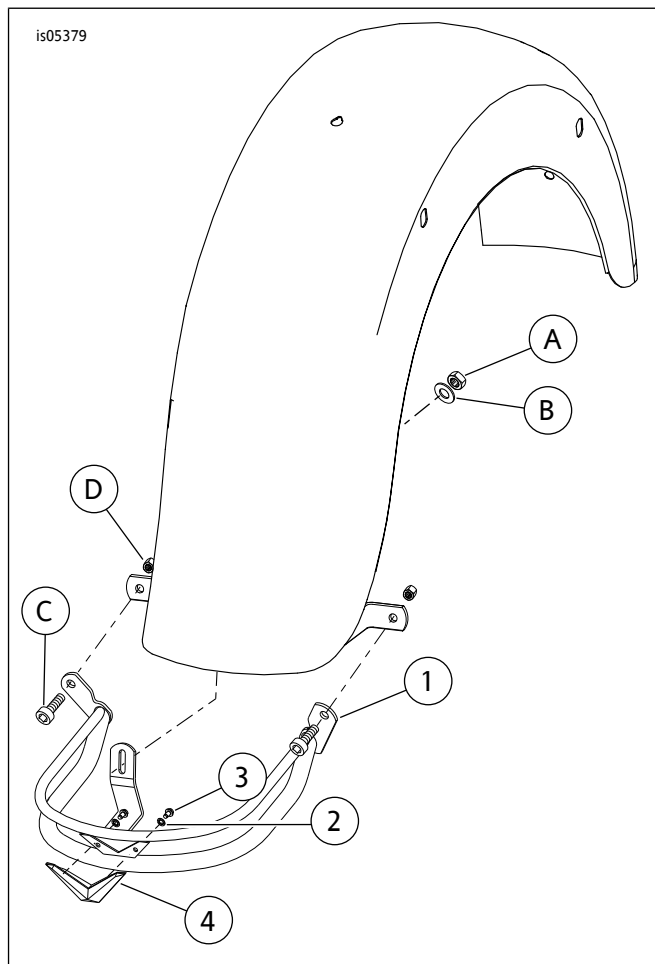

图1。维修零件：V形标识后挡板护栏
参见图1和表1。
1. 参见图1和表1。使用六角垫圈螺丝(3)和锁紧垫圈(2)将V形标识(4)安装至装饰护栏(1)。